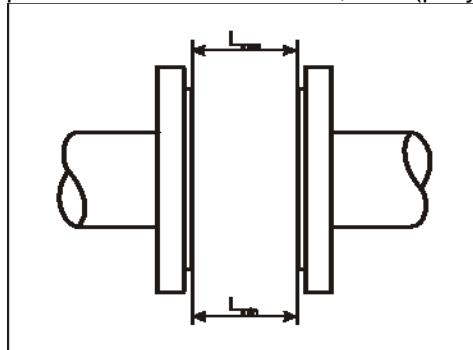

Рисунок 5 — Определение отклонения фланцев трубопровода от параллельности
2.2.2.3 Монтаж датчиков расхода бесфланцевой конструкции следует производить с помощью шпилек. Фланцы трубопроводов должны быть соосны и плоскопараллельны друг другу (рисунок 5), что достигается применением при сварке специального габаритного имитатора датчика расхода.
2.2.2.6 Наибольшее допускаемое отклонение ответных фланцев на трубопроводе от параллельности должно определяться из неравенства $L_{\max} - L_{\min} < 0,5 \text{ мм}$ (рисунок 5).